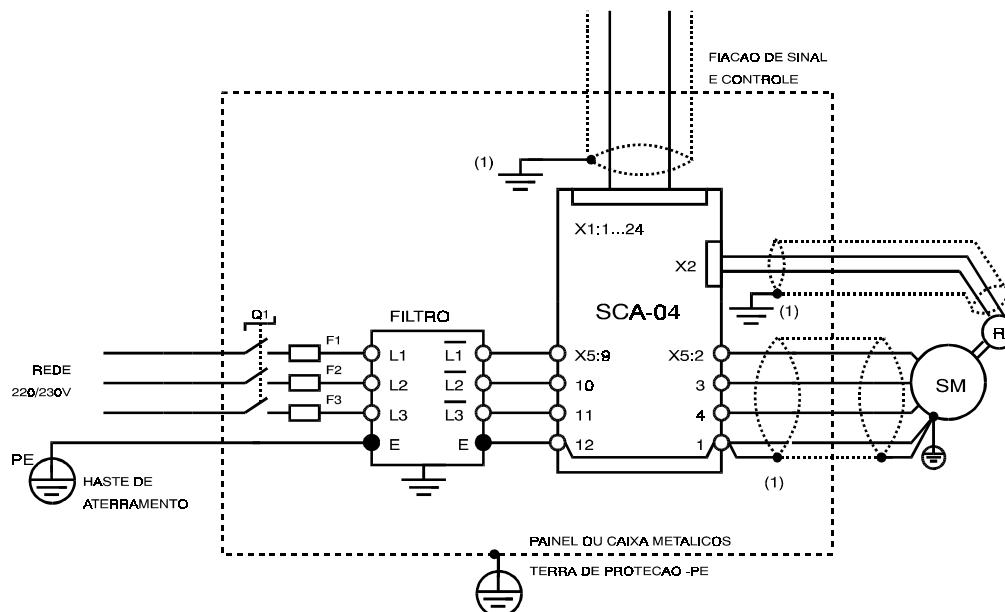

FIGURA 10.1 - Conexão do Filtro
1. O filtro deve ser conectado entre a rede de alimentação e os terminais de entrada do servoconversor. Veja figura 10.1.